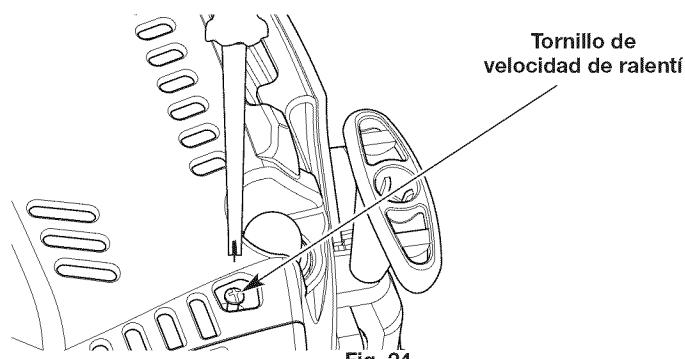

Fig. 24
- Si el motor se para, use un destornillador Phillips pequeño para girar el tornillo de velocidad de ralentí en el sentido de las agujas del reloj, 1/8 de giro cada vez (según sea necesario) hasta que el motor funcione al ralentí de manera uniforme (Fig. 24).
- Si el motor funciona al ralentí demasiado rápido, gire el tornillo de velocidad de ralentí en el sentido contrario de las agujas del reloj, 1/8 de giro a la vez (según sea necesario) para reducir la velocidad de ralentí (Fig. 24).